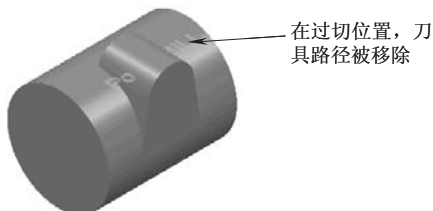

图 4-100 提起示意图
2) 提起：系统尝试计算底部位置的切削路径，如果发生过切，则将过切位置的刀具路径自动剪除掉，如图 4-100 所示。